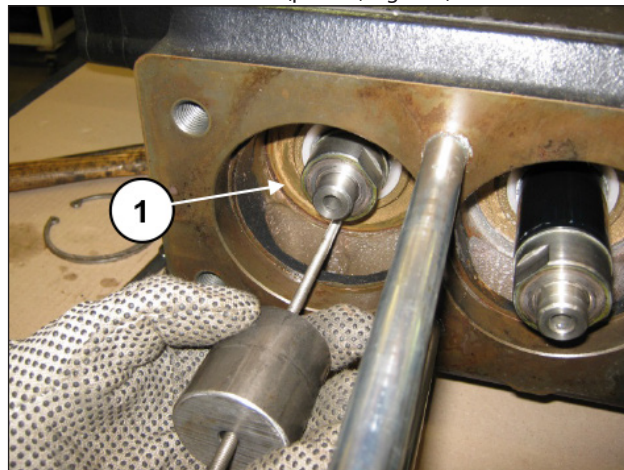

Fig. 111
Extraer el soporte del retén. Para extraerlo con facilidad, aplicar una varilla roscada con extractor de percusión a través de los orificios frontales M5 (pos. ①, Fig. 111).